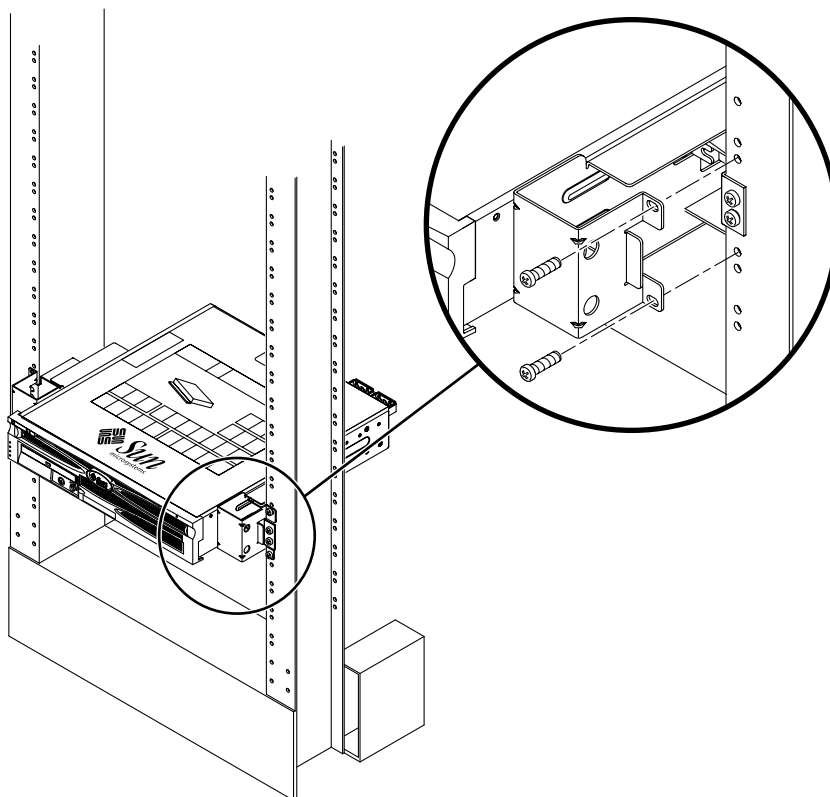

BILD 3-26 Installera och skruva fast servern i 2-bensracket
5. Lyft in servern i racket och skjut in den på skenorna (BILD 3-26).
6. Använd två skruvar på var sida och skruva fast varje sidoskena på servern i rackets framsida (BILD 3-26).